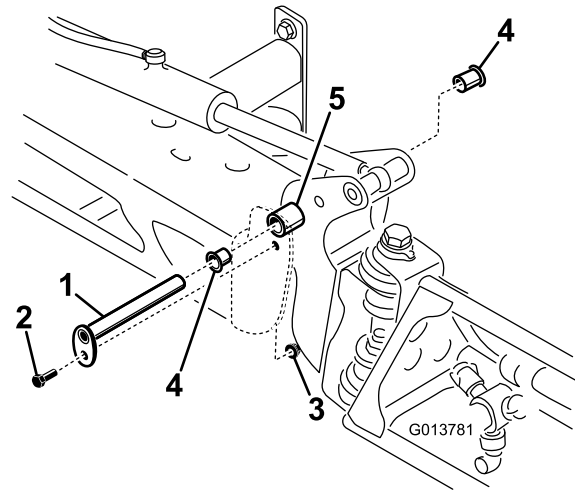

Figura 65
3. Com o peso da rampa suportado, retire o parafuso e a porca que seguram o pino de articulação à rampa (Figura 65). Retire o pino de articulação.
5. Retire e inspecione as buchas de nylon dos lados dianteiro e traseiro do suporte de articulação (Figura 65). Substitua todas as buchas danificadas.
7. Monte a rampa e o apoio da articulação no chassi alinhando as aberturas (Figura 65).